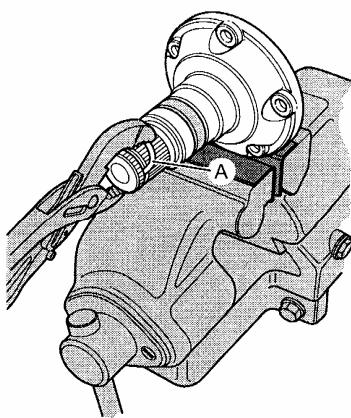

图 12-111 拆卸法兰轴卡簧
- (6) 将法兰盘轴放在虎钳护口中，然后夹紧虎钳，用一只新的卡簧 A 把原先的卡簧从法兰轴的槽中压出来，如图 12-111 所示。重新安装时必须换用新卡簧。